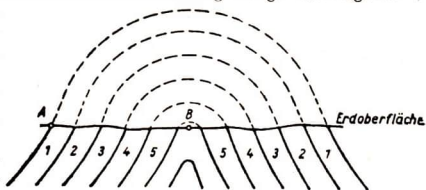

Abb. 11. Gebirgsaufwältung
L.: Sehen Sie die Abbildung 11 an! Sie stellt den Schnitt durch ein aufgefaltetes Gebirge dar. Jede der fünf dargestellten Gesteinsschichten soll 3 km stark sein.